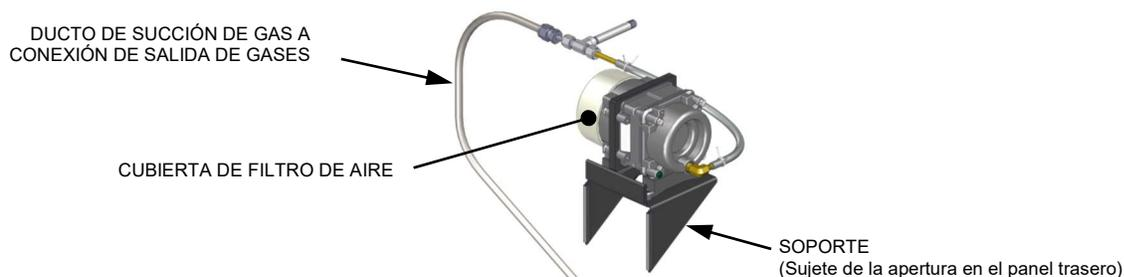

Figura 4-3: Ensamblado de Eductor de Aire - Se muestra retirado de la unidad
1. Retire la cubierta de plástico del filtro de aire de la Bomba de Aire, limpie o reemplace el filtro del aire (ver la Figura 4-3).